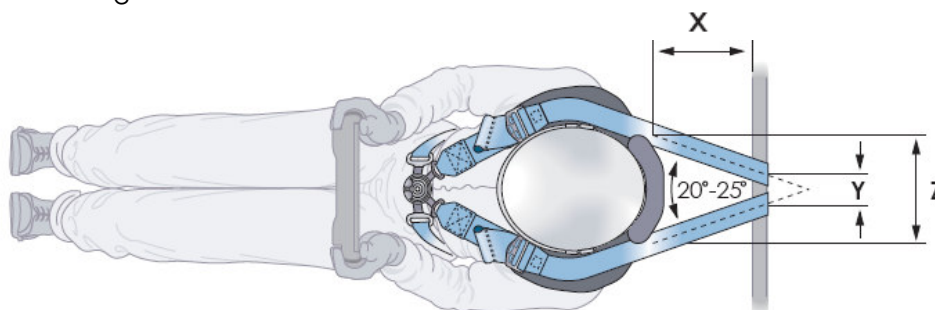

Figura 2. Posizione dei punti di ancoraggio delle bretelle per raggiungere l'angolo desiderato tra esse (vista in pianta)
2.3 I punti di ancoraggio delle bretelle sulla vettura devono essere simmetrici alla linea mediana del sedile del conducente. Quando viene visualizzata dall'alto, l'angolo tra le cinture è di circa 20°-25°, come illustrato nella figura 2.
- dimensione X (mm) = distanza dal bordo posteriore dell'HANS® al punto di attacco alla vettura (mm) come illustrato nella figura 2
- dimensione Y (mm) = distanza dei centri delle due bretelle nei punti di attacco alla vettura (mm) come illustrato nella figura 2